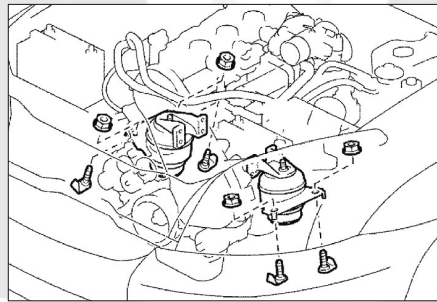

FIG. 77
- Déposer les supports moteurs (fig. 77).